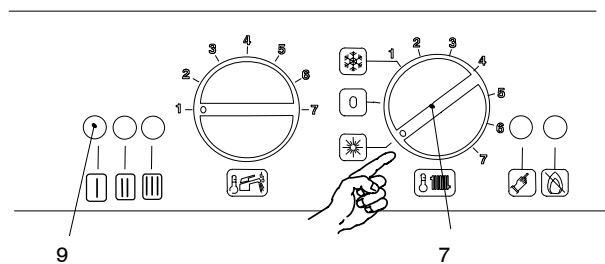

Fig. 2-5
- 4 If d.h.w. supply only is required, position the function switch 7 as in Fig. 2-5. The appliance operation light 9 will flash every 2 seconds (operating boiler).
- 4 Если требуется только приготовление горячей воды положение переключателя 7 должно быть как на рис.2.5. Световой индикатор 9 будет моргать каждые 2 секунды (котел работает).